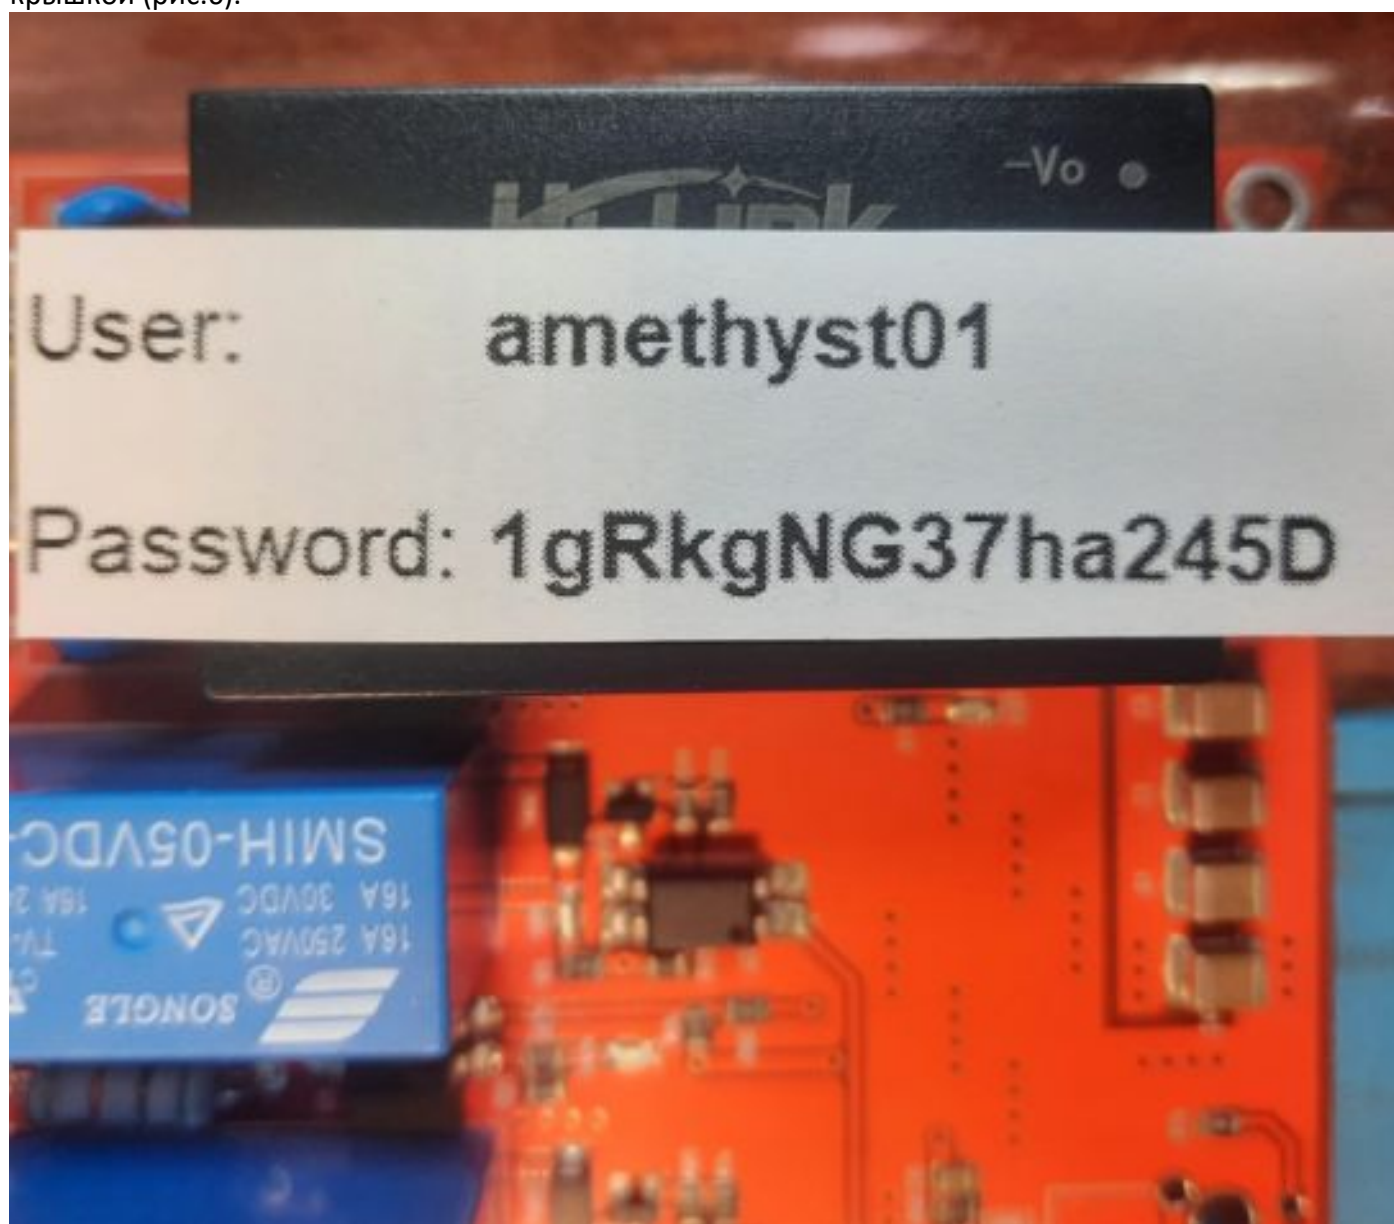

Рис. 6
2.2.2.8 Необходимо скачать и установить на смартфоне приложение “УМНЫЙ ДОМ”. Далее в приложении нажать на кнопку “+” → “Устройство умного дома” → “Рокет хоум”. Авторизоваться на “Рокет хоум” по данным, указанным на силовом блоке ПУ на плате под внешней крышкой (рис.6).